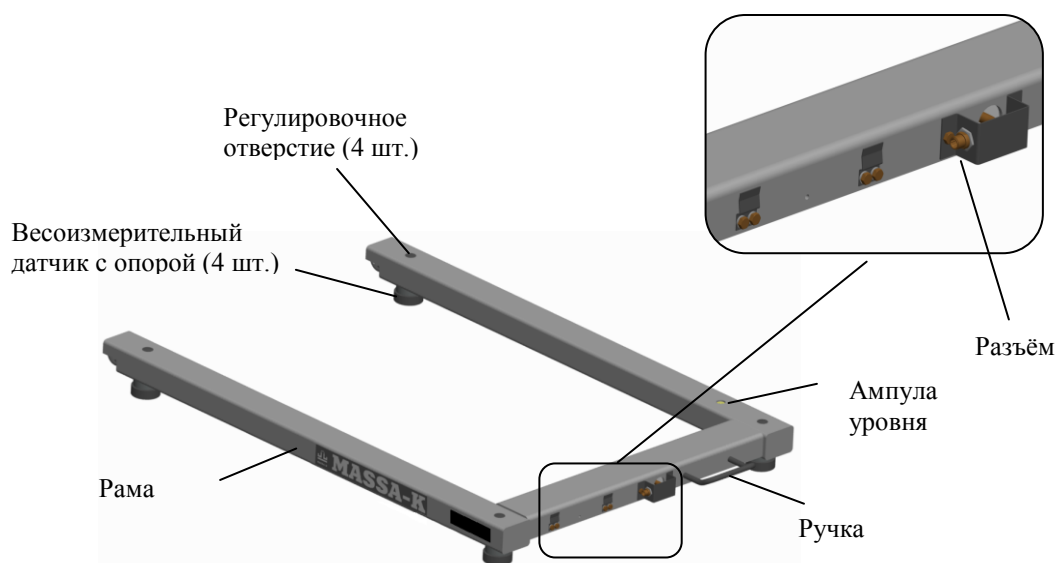

Рис. 7.1 - Модуль взвешивающий 4D-U
- 7.1.1 Модуль состоит из рамы, на которой установлены четыре цифровых весоизмерительных датчика с опорами (Рис. 7.1).
- 7.2.2 Выньте заглушки из регулировочных отверстий (см. Рис. 7.1). Вкрутите опоры в весоизмерительные датчики. Используя шлицевую отвертку, установите винт каждой из опор вровень с верхней гранью весоизмерительного датчика.